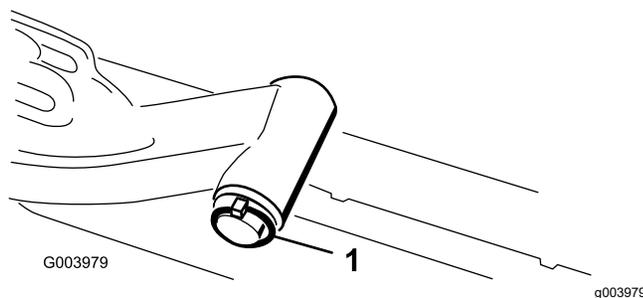

Figura 8
- A. Retire o pino de sujeição e a anilha que prende o veio da articulação do braço de elevação ao braço de elevação e faça deslizar o veio de articulação para fora do braço de elevação (Figura 8).
- C. Insira o veio do braço de elevação no braço de elevação e prenda-o com a anilha e o pino de sujeição (Figura 8).